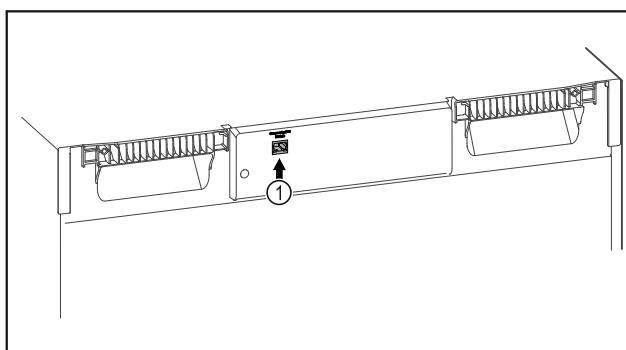

Fig. 83
- To SmartModule Fig. 83 (1) χρησιμοποιείται.